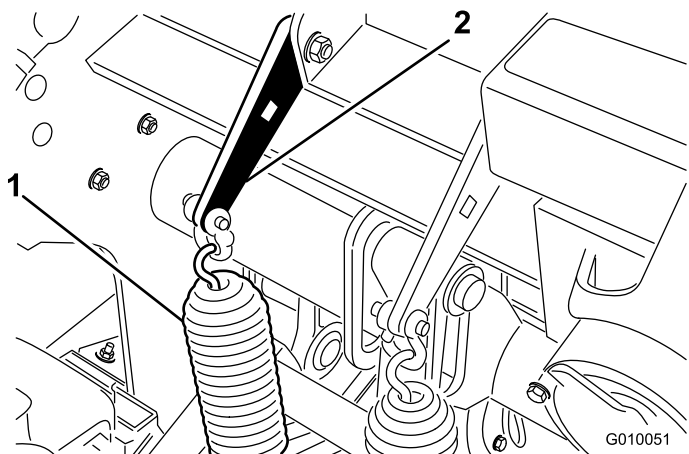

图37
2. 松开将弹簧支架固定到打孔头上的机架螺栓和螺母（图37）。不要卸掉螺栓和螺母。